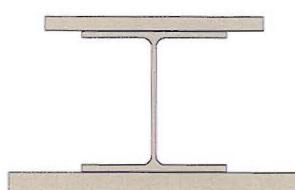

Рис. 3
- 1) путем "сварки" из элементов металлоконструкции и листов (рис. 3);